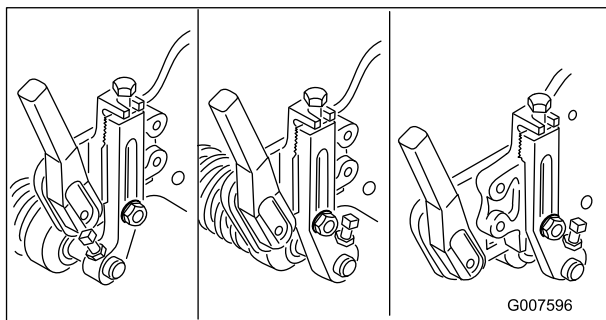

Figura 51
**Nota:** O rolo da frente pode ser colocado em três posições diferentes (Figura 51), dependendo da aplicação e necessidades do utilizador.